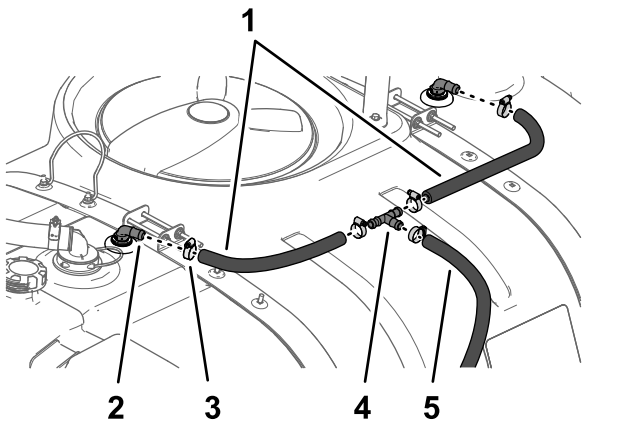

Bild 27
1. Montieren Sie die beiden Schläuche (1,9 cm x 61 cm) und die beiden Schlauchklemmen an jedem 90°-Anschlussstück an den Spüldüsen und ziehen Sie die Klemmen mit der Hand an (Bild 27).
2. Montieren Sie das andere Ende der Schläuche (1,9 cm x 61 cm) mit zwei Schlauchklemmen am T-Anschlussstück, wie in Bild 27 abgebildet.
3. Montieren Sie die Schläuche (1,9 cm x 180 cm) und eine Schlauchklemme am T-Anschlussstück, wie in Bild 27 abgebildet.
1. Montieren Sie den Schlauch (53,3 cm) an der Unterseite des Spülbehälters mit einer Schlauchklemme am geraden, gezahnten Anschlussstück innen an der Spülbehälterpumpe und ziehen Sie die Klemme mit der Hand an (Bild 27).